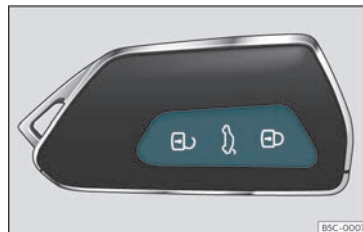

Fig. 78 Chave com comando à distância: botões.
- Trancar: pressione o botão  »» Fig. 78.